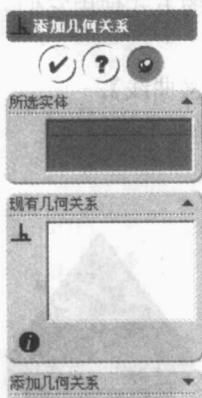

图 1-3 添加几何关系属性管理器
- (1) 单击几何关系工具栏上的【标注几何关系】图标按钮，打开如图 1-3 所示的对话框。
- (2) 在【所选实体】列表框中选取要添加几何关系的草图实体。
- (3) 在【添加几何关系】选项组中选取要添加的几何关系类型。系统会根据选取的几何元素自动判别可供加入的几何关系，并呈可选状态。
- (4) 单击【确定】图标按钮，将指定的几何关系添加到所选几何实体。